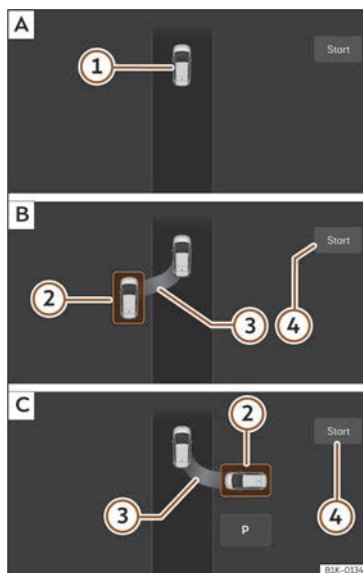

Fig. 145 Na pantalla do sistema de infotainment. **A**: Buscar un oco de estacionamento. **B**: Posición para aparcар en liña. **C**: Posición para aparcар en batería.
• Mire na visualización da pantalla do sistema de infotainment se se detectou o espazo como “axeitado” e se acadou a posición correcta para aparcар >>> **fig. 145** **B** ou **C**. Pare o vehículo, siga as instrucións amosadas no infotainment.
• Deteña o vehículo, pise o freo e, tras unha breve pausa, prema a tecla **Iniciar** ④ no sistema de infotainment.